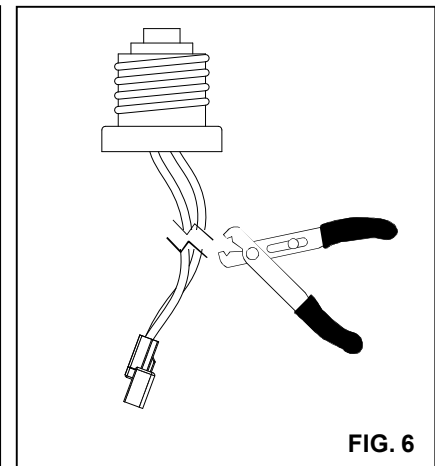

FIG. 6
2. Cut off the E-26 screw base from socket adaptor provided with this luminaire. (FIG. 6)
2. Corte los cables en la base E-26 proveído con este luminario. (FIG. 6)
2. Couper les fils sur la base E26 fournies avec cet luminaire. (**FIG. 6**)